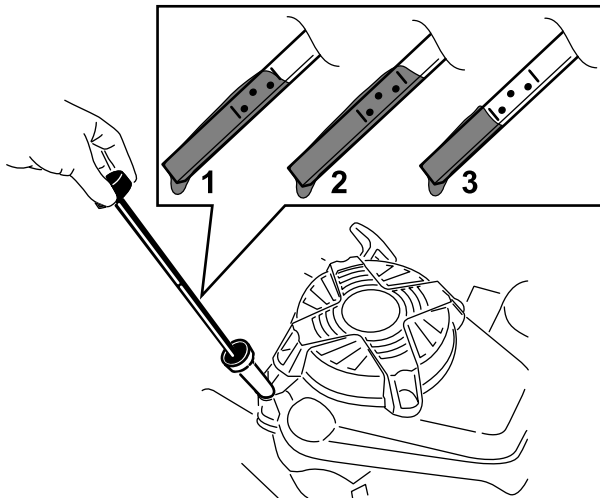

Figure 14
2. Tournez le bouchon dans le sens antihoraire et sortez la jauge (Figure 14).
5. Relevez le niveau d'huile indiqué sur la jauge (Figure 14).